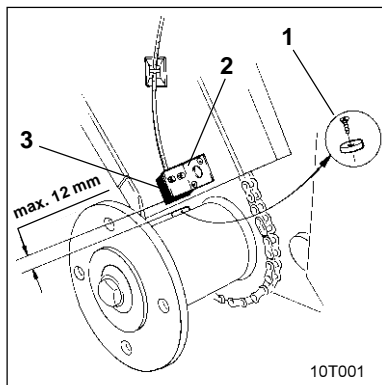

Fig. 9.3
- l'aimant (fig. 9.3/1) sur le moyeu de roue
- le support du capteur (fig. 9.3/2) avec le capteur "HA" (fig. 9.3/3) à côté de l'aimant (fig. 9.3/1).